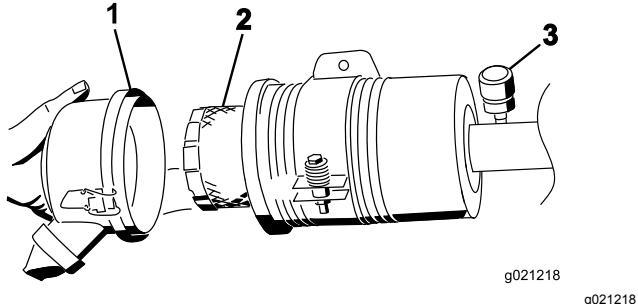

Bild 54
3. Nehmen Sie den Filter heraus und wechseln Sie ihn (**Bild 54**).